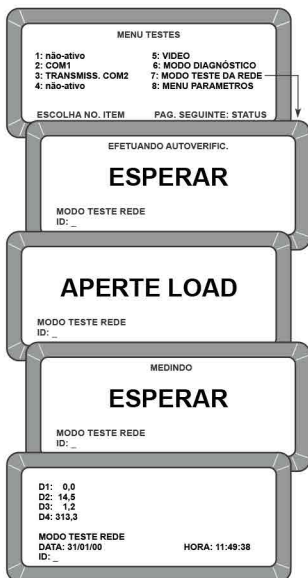

Figura 52. Visualizando resultados no modo TESTE DA REDE
1. Tecla 7 - MODO TESTE DA REDE (Ver figura 52).